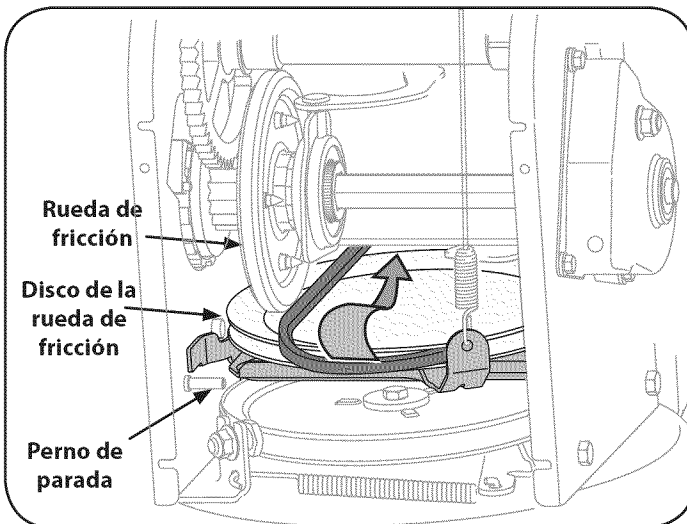

Figura 33
- Detrás la parada se escapa para aumentar la autorización entre el disco de rueda de fricción y rueda de fricción. Vea la figura 33.
- Deslice la correa de la transmisión fuera de la polea y de entre la rueda de fricción y el disco de la rueda de fricción. Vea la figura 33.